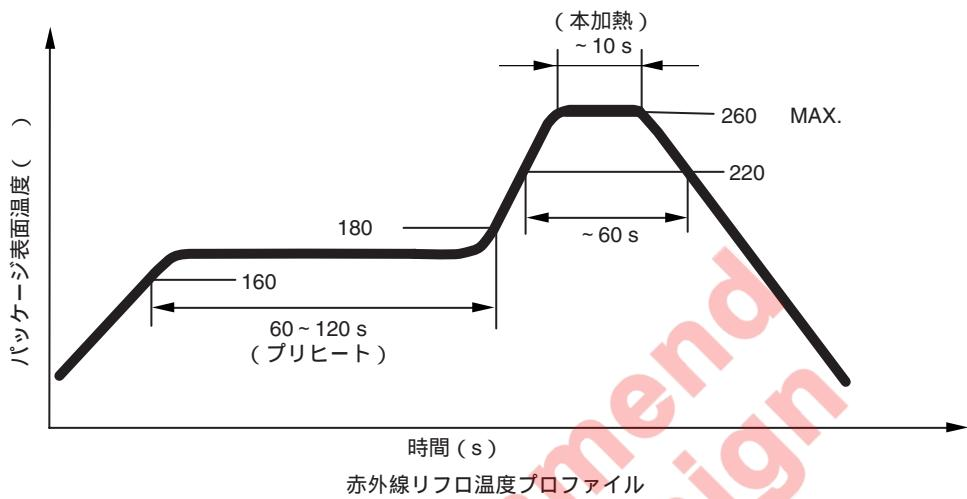

図2. 実装用マウントパッド設計例（単位 : mm）
7. 実装用マウントパッドの設計例として図2をご参照ください。実際の設計に当たっては、実装密度、実装性、寸法公差などを考慮し、最適化を図っていただきますようお願いします。